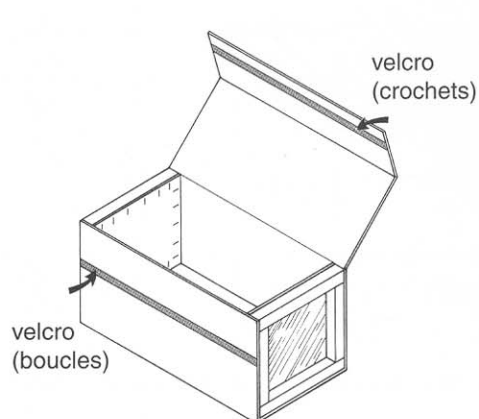

Figure 6.
12. Pour maintenir fermé le couvercle et le rabat pendant le transport, fixer une bande de velcro autocollante de 19 ou 25 mm (3/4 po ou 1 po) de largeur. Coller la partie crochets sur le côté intérieur du rabat de fermeture et la partie boucles sur la caisse (figure 6).